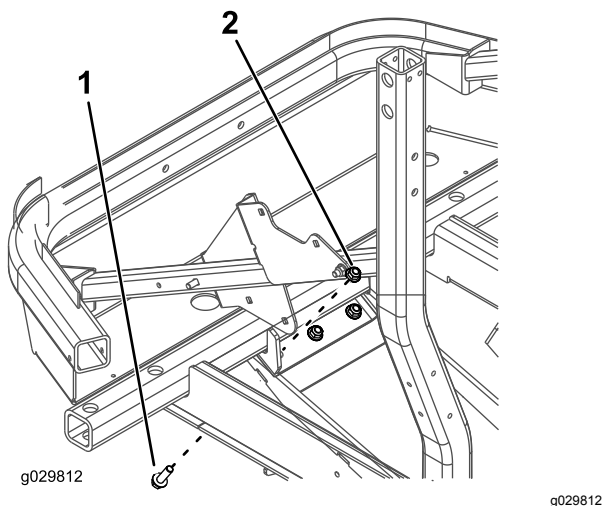

Figura 1
1. Retire os três parafusos e as três porcas do patim (Figura 1).